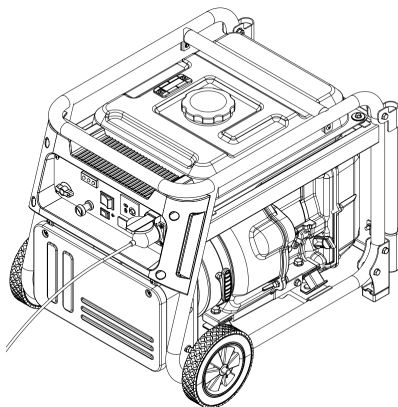

Ilustración 11 Conexión de equipo al generador
2. Asegúrese de que los interruptores de los equipos conectados al generador están apagados, luego conecte sus enchufes en la toma. Ver ilustración 11.